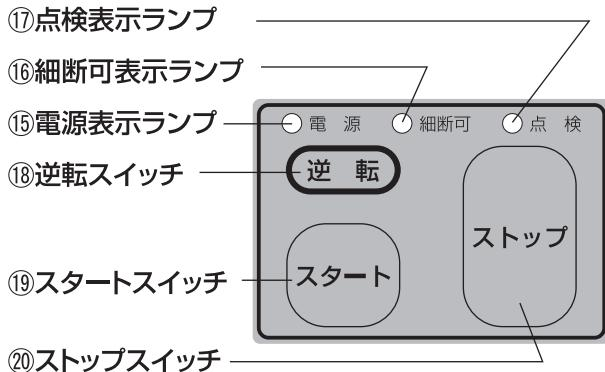

図4 操作パネル部拡大図
- 2.スタートスイッチ⑯を押して、電源表示ランプ⑮と細断可表示ランプ⑯が点灯していることを、確認してください。 P9 図4 参照